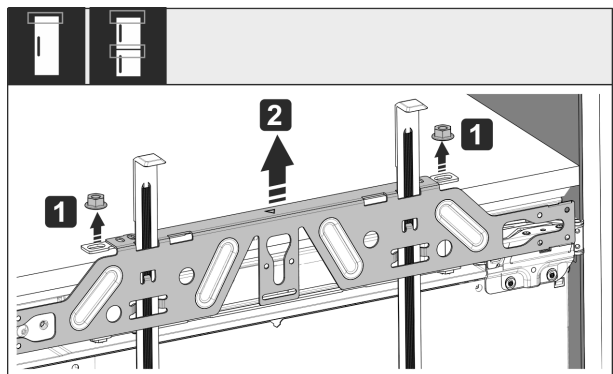

Fig. 58
- ▶ Ослабте контрғайки Fig. 58 (1).
- ▶ Зніміть кріпильну поперечку Fig. 58 (2).